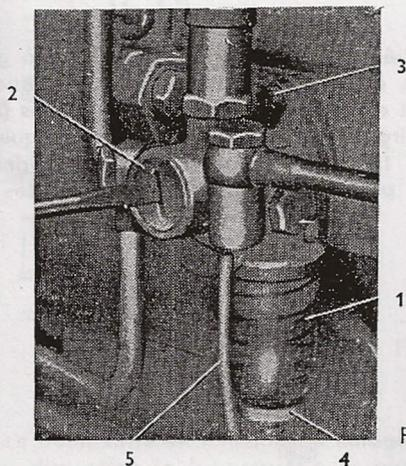
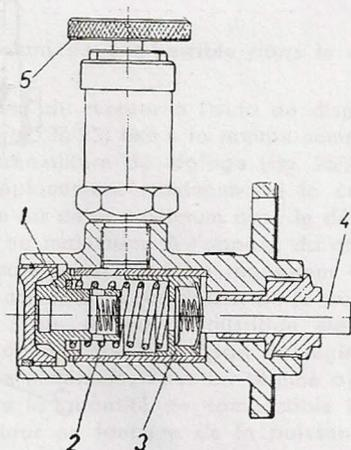

Fig. 22
Fig. 23
La pompe d'alimentation a pour but d'envoyer le combustible sous une certaine pression du réservoir dans la pompe d'injection placée plus haut. Elle est commandée par un excentrique de l'arbre à cames de la pompe d'injection à la quelle elle est assujettie par une bride et trois vis. Le combustible est aspiré par la conduite à travers le préfiltre à grosses impuretés (fig. 22/1) et la soupape d'aspiration (fig. 23/1) dans l'espace où se trouve un ressort (fig. 23/2). Le piston (fig. 23/3) est poussé par ce ressort contre un poussoir (fig. 23/4) prenant appui sur la came de l'arbre de la pompe d'injection. Lorsque le piston se déplace à droit le combustible est refoulé par la conduite vers le filtre jumelé. Dans la partie supérieure de la pompe d'alimentation est vissée une pompe à main (fig. 23/5).
2. Dévisser la vis de fermeture (fig. 22/2) en se servant d'un tournevis et déposer le ressort en bloc avec le piston de la pompe (fig. 23/3). Vérifier et nettoyer le piston ainsi que la soupape (fig. 23/1).
3. Si le poussoir est gripé (fig. 23/4) déposer la pompe d'alimentation en dévissant les trois vis M 6×18 (fig. 22/3) hors du corps de la pompe d'injection. Laper le poussoir avec beaucoup de précaution.
Avis: Si la cuve de verre de la pompe d'alimentation est encrassée desserrer l'écrou (fig. 22/4) de l'étrier serrant cette cuve de verre (fig. 22/1) contre la pompe, replier l'étrier (fig. 22/5),